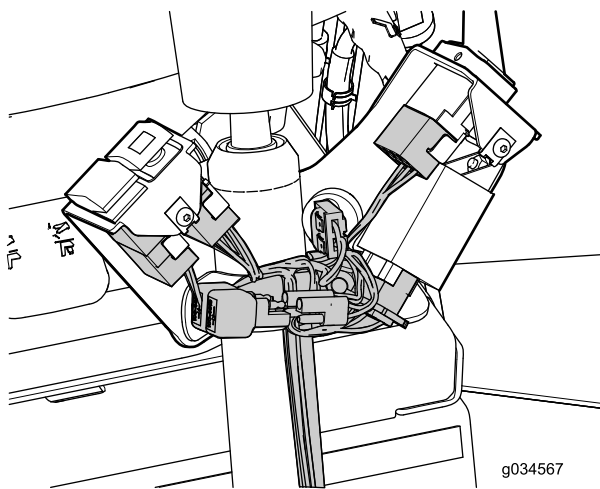

**Figur 20**
6. Klip et U-formet hak i afskærmningen (Figur 20).